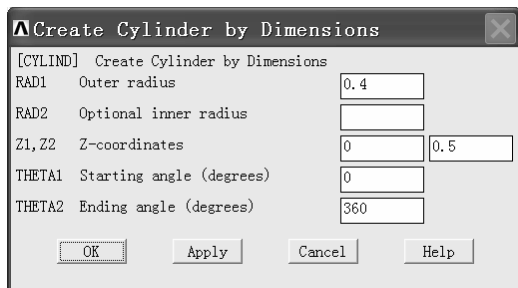
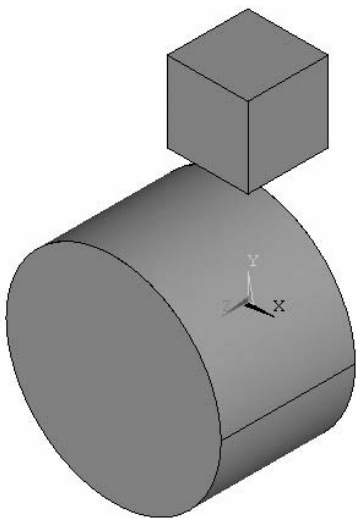

图 3-170 “Create Cylinder by Dimensions” 窗口
图 3-171 立方体和圆柱
(3) 依次选择 Main Menu>Preprocessor>Modeling>Create>Volumes>Cylinder>By Dimensions, 弹出 “Create Cylinder by Dimensions” 窗口。按照图 3-170 所示在该窗口中输入数据, 然后单击 “OK” 按钮生成一个圆柱体 (图 3-171)。